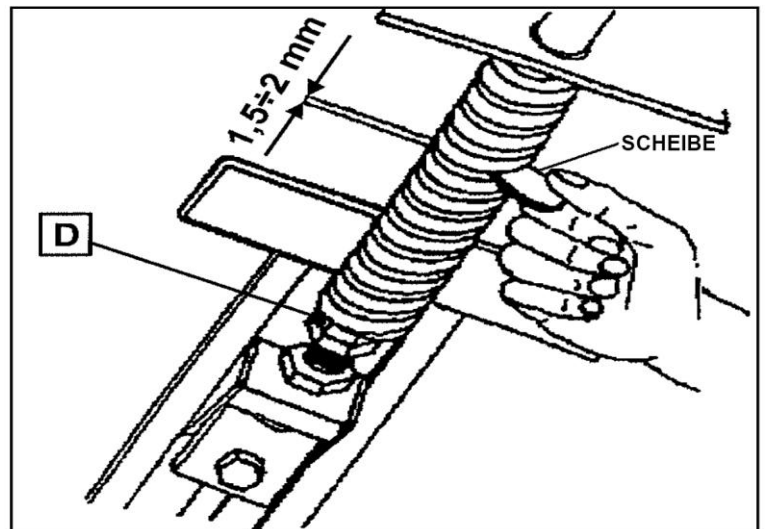
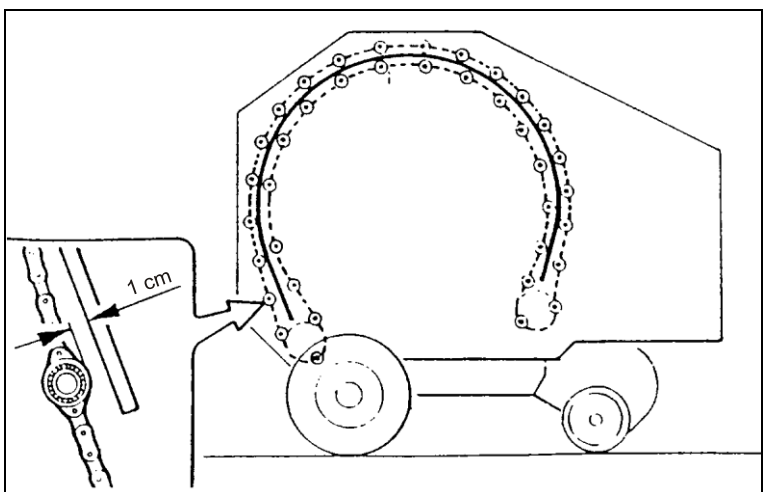

Abb. 2
Abb. 3
1. Alle Schmier- und Einfettungsstellen überprüfen. Sichergehen, dass keine(r) der Muttern und Bolzen lose ist und wenn nötig anziehen. Die Hauptkette überprüfen und wenn nötig spannen, wie in Abb. 2 gezeigt. Den Schlupf an dem in Abb. 3 gezeigten Punkt überprüfen, der ca. 1cm bei voll beladener Maschine betragen sollte.
Die Entfernung zwischen den Feder-Windungen überprüfen, die 1,5 bis 2 mm betragen müssen mit Hilfe der entsprechenden Scheibe; wenn nötig, Schraube und Kontermutter D anpassen (Abb. 2).
die hintere Klappe an der Kammer öffnen (siehe S. 13, Abb. 3 und Seite 19);